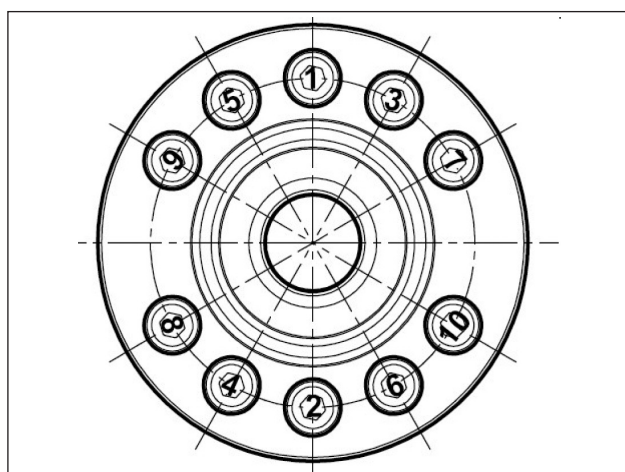

Fig. 50
- **** Los tornillos de fijación del soporte, esquema Fig. 50, se deben apretar en dos fases: